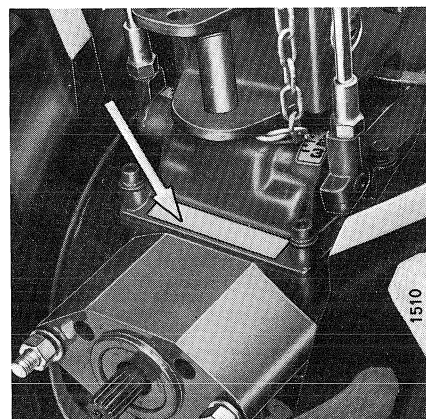

Fig. 1 - Identificazione motocoltivatore:
N.B. - La sigla del modello, la serie e il numero del motocoltivatore si trovano stampigliati sull'apposita targhetta metallica oppure nel punto indicato dalla freccia in fig. 1.